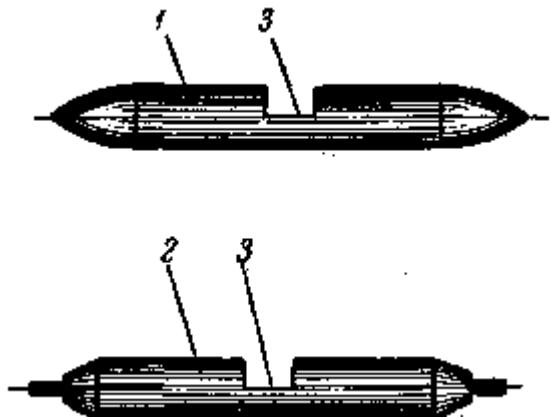

Рис. 167. Оси балансы будильника:
1. Стальная, полированная ось баланса (рис. 167), заостренная с двух концов, имеющая в центре